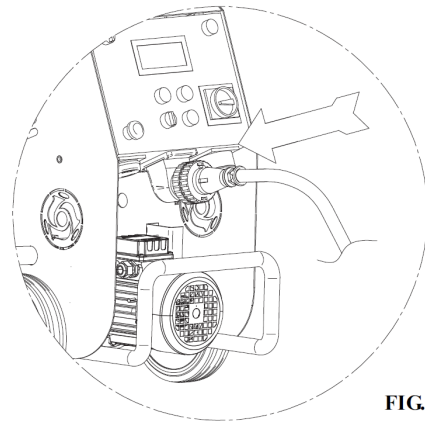

FIG.5
10.1 STROMANSCHLUSS (siehe Abb. 5)